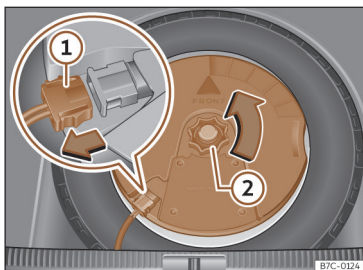

Fig. 210 Na bagageira: desmontar o subwoofer.
- Desligue o cabo do altifalante subwoofer >>> **Fig. 210 ①.**
- Rode a rodinha de fixação no sentido contrário ao dos ponteiros do relógio >>> **Fig. 210 ②.**